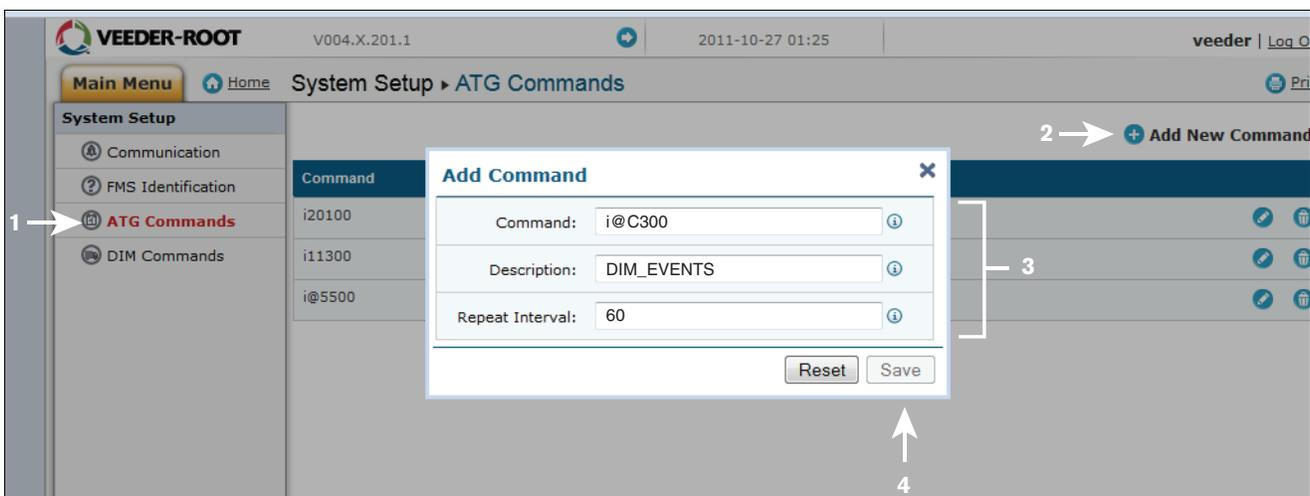

Figure A-6. Saisie d'une commande ATG
9. Accédez à l'application DLSetup en cliquant sur la flèche blanche dans un cercle bleu en haut au centre de l'écran (voir la Figure A-6.). Sous « Configuration Système », cliquez sur « Commandes ATG » (1 sur la Figure A-6.). Cliquez ensuite sur le texte « + Ajouter une nouvelle commande » en haut à droite de l'écran (2 sur la figure). Lorsque la boîte de dialogue d'ajout de commande apparaît, entrez la commande « i@C300 », ajoutez la description « DIM_EVENTS », définissez Répéter intervalle sur « 60 » (3 sur la figure) et cliquez sur Sauvegarder (4 sur la figure).